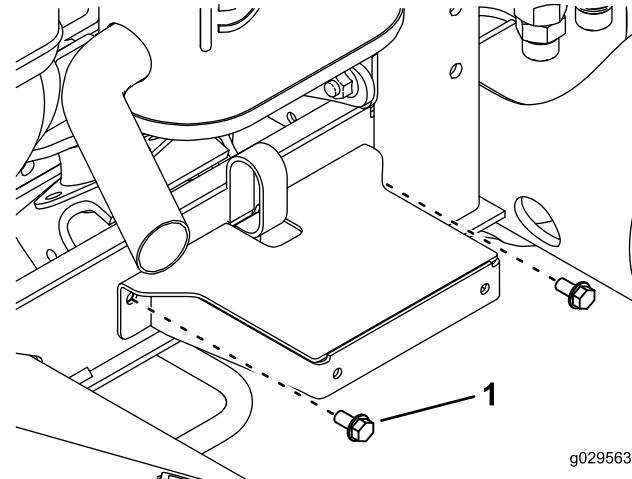

Figura 36
12. Utilizando os novos orifícios perfurados, prenda o guarda-lamas no canal da estrutura com dois parafusos autorroscantes (5/16 pol. x $\frac{5}{8}$ pol.), tal como se ilustra na Figura 36.